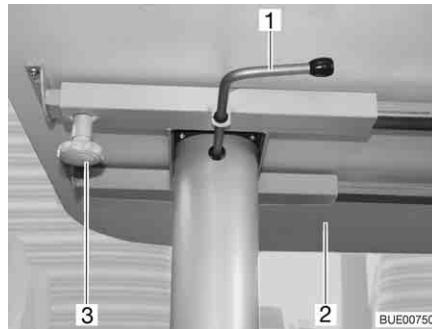

Bild 70 Hubtisch, verschiebbar
- Rändelschraube (Bild 70,3) lösen.
- Tischplatte (Bild 70,2) in die gewünschte Position schieben.
- Den Verriegelungshebel (Bild 70,1) nach links schwenken. Die Verriegelung des Hubmechanismus ist offen.
- Tischplatte (Bild 70,2) in der Mitte bis zum Anschlag nach unten drücken und gedrückt halten.
- Den Verriegelungshebel (Bild 70,1) nach rechts schwenken (Bild 70). Der Hubmechanismus ist verriegelt.
- Den Verriegelungshebel (Bild 70,1) nach links schwenken. Die Verriegelung des Hubmechanismus ist offen. Die Tischplatte fährt bis zum Anschlag nach oben.
- Den Verriegelungshebel nach rechts schwenken (Bild 70). Der Hubmechanismus ist verriegelt.